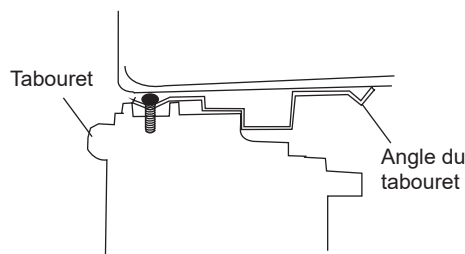

Figure 12
2. Placez l'armoire dans la fenêtre en plaçant l'angle inférieur du tabouret fermement sur le tabouret de la fenêtre, comme indiqué. Abaissez temporairement la fenêtre derrière l'angle supérieur pour maintenir l'armoire en place (Figure 12).
Étape 2. Tracez une ligne sur le panneau isolant R1 fourni, d'une longueur inférieure de 1/8" (3mm) à la largeur mesurée à l'étape 1, puis coupez le panneau isolant R1 le long de la ligne (Figure 12).